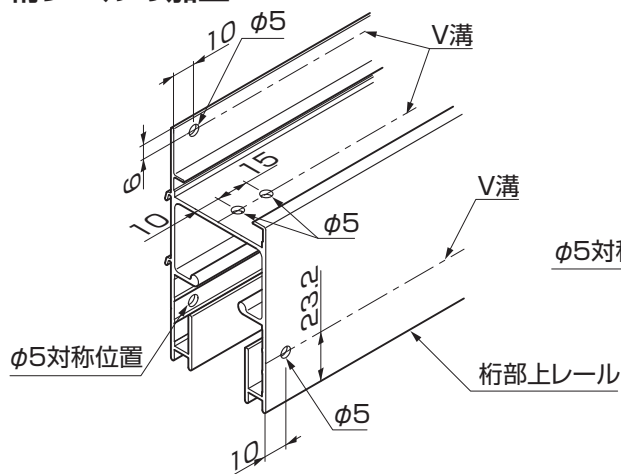
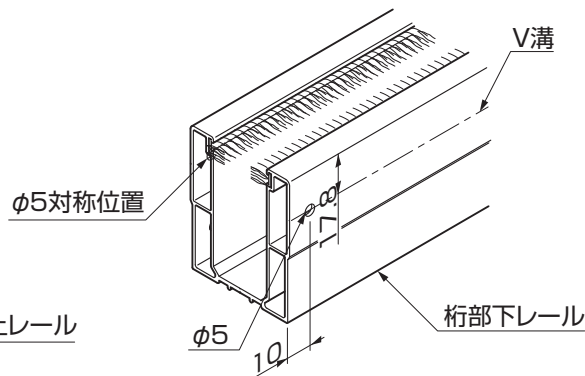

図9-1 桁部上レールの加工
図9-2 桁部下レールの加工
①図9-1、図9-2、表9-1を参照して、桁部上レールおよび桁部下レールを加工してください。